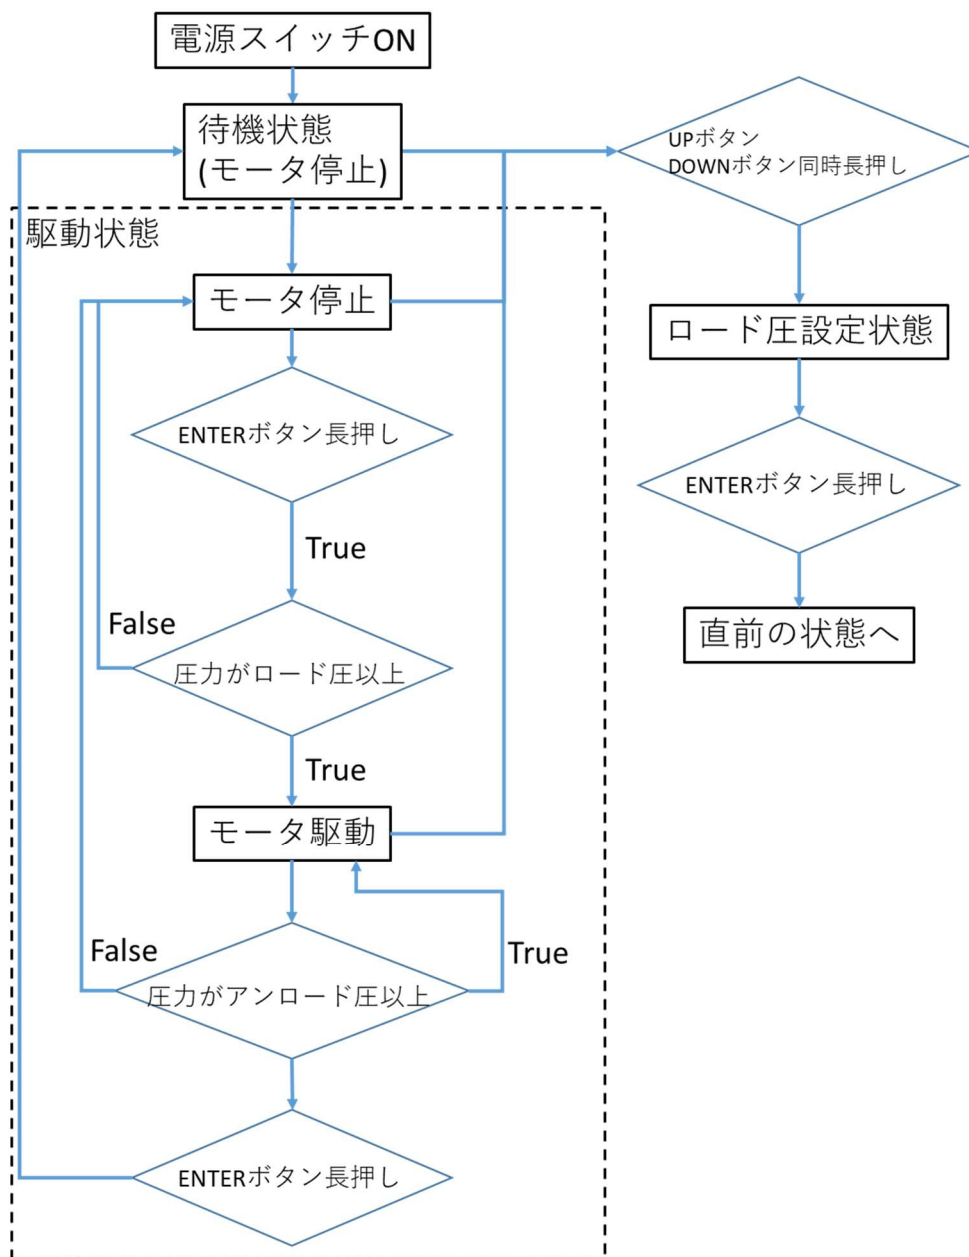

図 11. 状態遷移イメージ
3.3~3.7 項の動作について、①自動間欠運転の遷移を図 11 にまとめます。